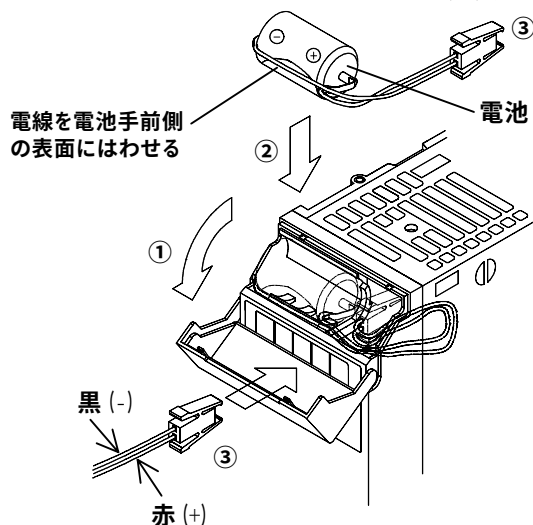

図 1
- ① 電池収納カバー上面の溝に、つめをかけ手前に開きます。
- ② 電池収納部に、図1のように電池の ⊕ 側を電池用コネクタ CNBT 側にして装着します。
- ③ 電池のコネクタ③を電池用コネクタ CNBT にしっかりと差し込みます。
- ④ 電池の電線を、図1のように電池にしっかりと合わせ、余った電線は電池用コネクタ CNBT の右側の電線収納部に収納します。なお、電池にはわせた電線を電池の奥 (裏面側) にして収納しないで下さい。電線がモールド部にはさまれ断線する恐れがあります。